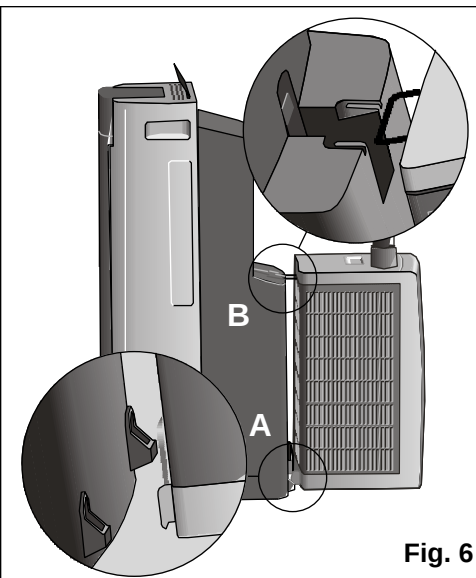

Fig. 6
- ❑ Per trasportare più facilmente l'apparecchio nel suo complesso, appendete l'unità esterna da quell'interna come indicato nella **Fig. 6**. Per farlo dovrete introdurre prima gli appendici inferiori (**A**) e, dopo, l'astina superiore (**B**) dell'unità esterna nell'unità interna.